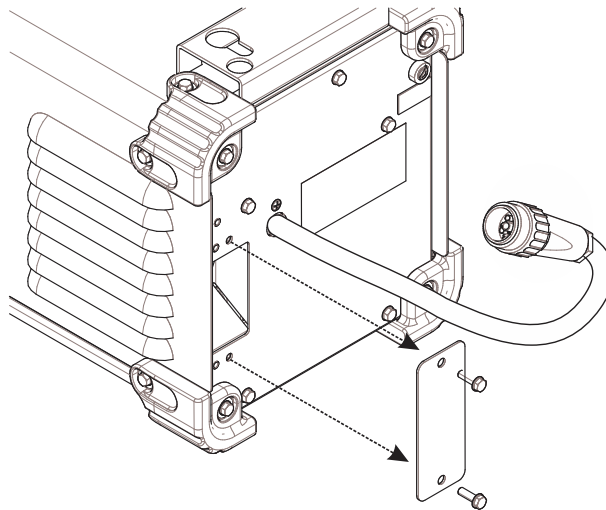

Рисунок 9
- Крышка доступа к сетчатому фильтру расположена на задней стороне, в нижней левой части. Для открытия крышки открутите два винта – см. рис. 9.